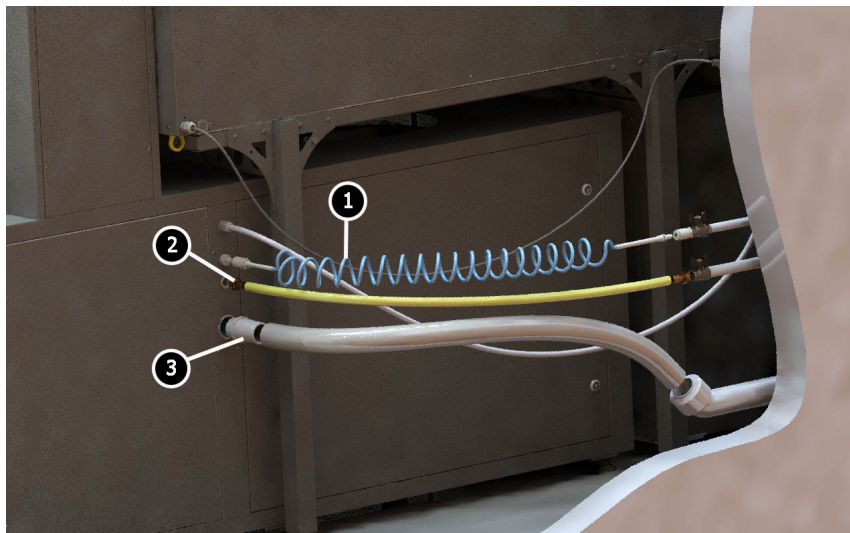

Рисунок 22. Подключение коммуникаций
8. Подключите коммуникации см. рис. 22:
– Источник сжатого воздуха с помощью шланга воздушного спирального (поз. 1 рис. 22).